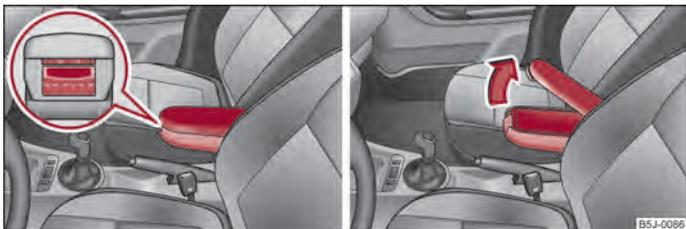

Abb. 73 Armlehne: Ablagefach / Ablagefach öffnen
- Drücken Sie die untere Taste an der Stirnseite der Armlehne ⇒ Abb. 73 links. Klappen Sie die Armlehne vor und lassen Sie die Taste wieder los.
- Drücken Sie die obere Taste und klappen Sie die Abdeckung des Ablagefachs nach oben ⇒ Abb. 73 rechts.